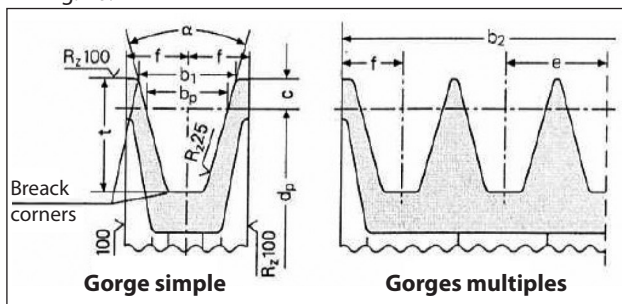

Fig. 9
- Utiliser des poulies pour courroies trapézoïdales avec les dimensions de la gorge prescrites/conseillées par le constructeur de la courroie utilisée. En cas de manque d'indications, se référer à la Fig. 9 et au tableau de la Fig. 10.